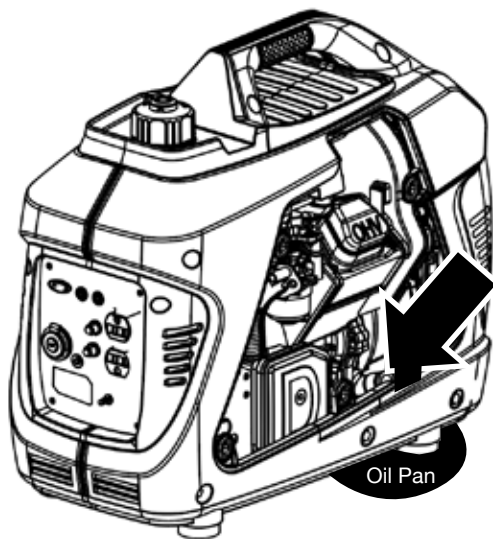

Figura 13: Coloque la bandeja de aceite debajo del orificio de drenaje de aceite
5. Coloque el cárter de aceite (o recipiente adecuado) debajo del orificio de drenaje de aceite (consulte la Figura 13).